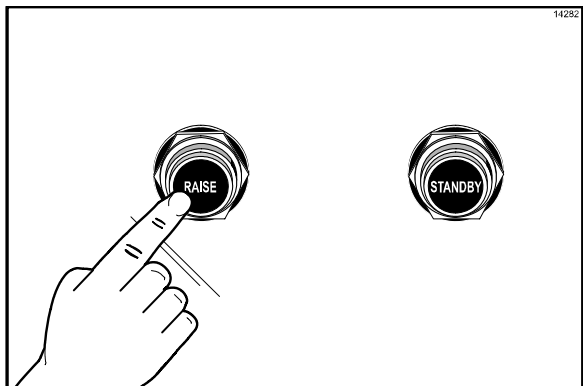

Figura 27
2. Pressione o botão "RAISE" (LEVANTAR) para levantar o platen até a posição ABERTA e reiniciar o cozimento. (Veja a Figura 27.)